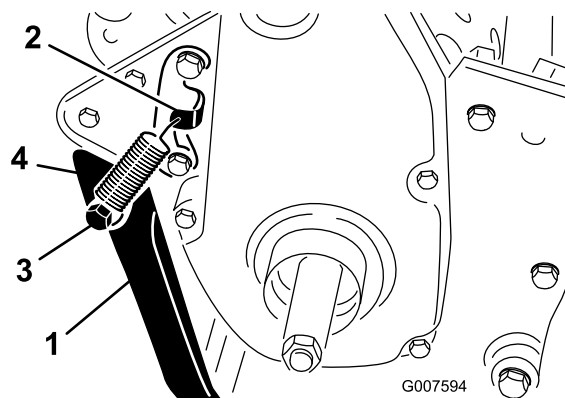

Figura 6
2. Agganciate la molla nel foro della staffa a molla e nel prigioniero a molla, allineando contemporaneamente il cavalletto con i fori di montaggio dell'intelaiatura posteriore (Figura 6).
3. Montate il cavalletto su ogni lato del telaio utilizzando il bullone, la rondella di sicurezza, il distanziale, la rondella di spinta e il dado di bloccaggio (Figura 6).